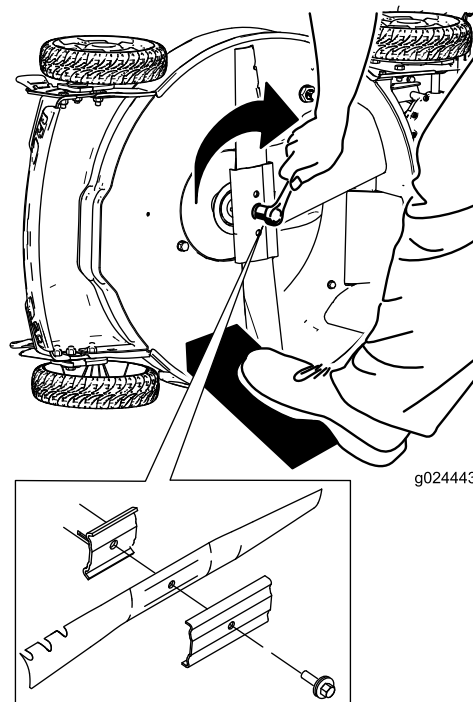

Figure 25
5. Montez la lame neuve en tournant le boulon dans le sens horaire (Figure 25).